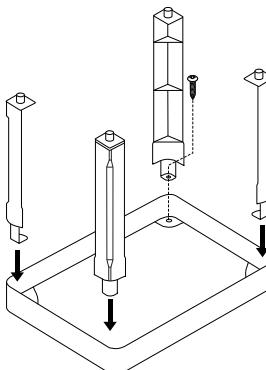

Figure 1
1. Screw legs into the top of the bottom shelf using four screws. (See Figure 1)
- Vissez les pieds dans le dessus de la tablette inférieure avec quatre vis. (Voir Figure 1)